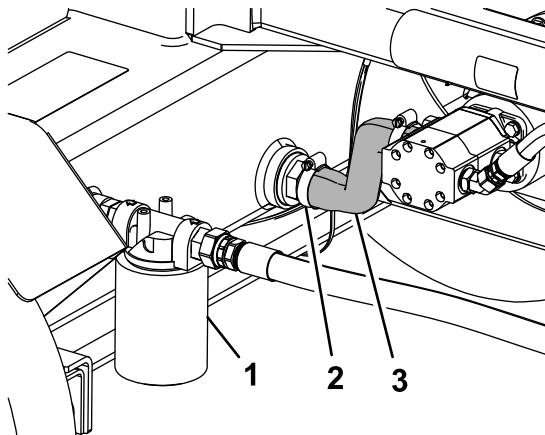

Figura 36
2. Placez un bac de vidange sous le flexible d'aspiration relié au réservoir (**Figura 36**).